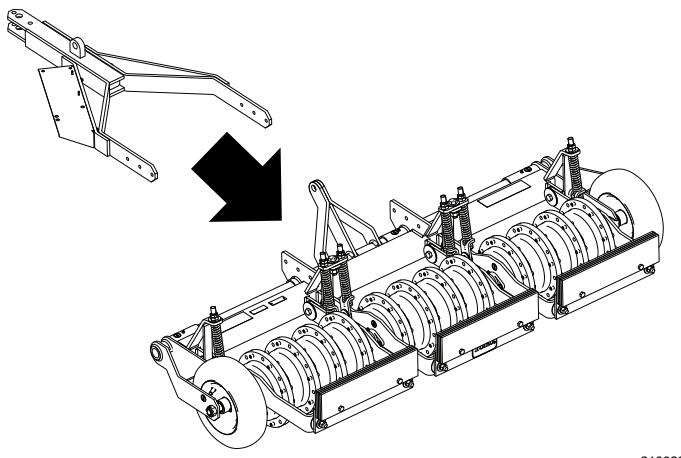

Figura 4
2. Alinee la barra de tracción con el aireador como se muestra en Figura 4.